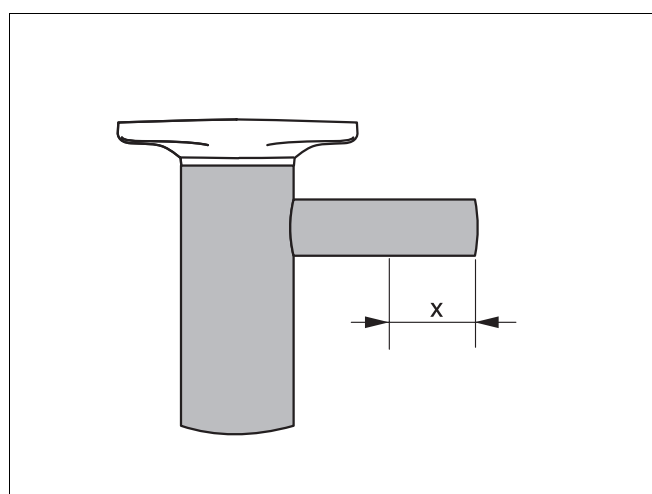

Abb. 11 Trichtersiphon Maß x
- Bei S120 Trichtersiphon um das Maß $x = \text{ca. } 10 \text{ mm}$ bei Unterputzmontage und $x = \text{ca. } 65 \text{ mm}$ bei Aufputzmontage kürzen (Abb. 11).